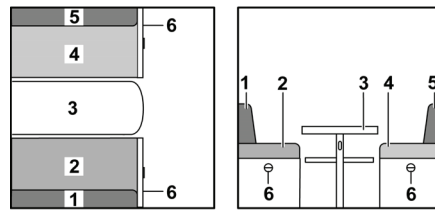

Bild 142 Vor dem Umbau
- Tisch (Bild 142,3) vergrößern und zum Bettunterbau umbauen (siehe Abschnitt 7.9).
- Das Rückenpolster (Bild 142,1) abnehmen und beiseite legen.
- Griff ziehen und Klappe (Bild 142,6) öffnen.